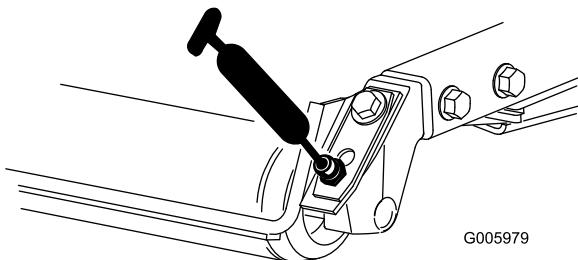
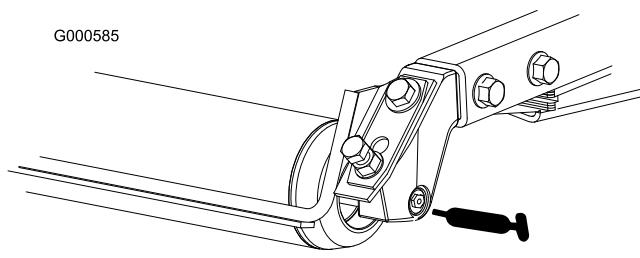

Figura 29
Figura 30
- Rolamentos do rolo traseiro (2 por cada unidade de corte) (Figura 29 ou Figura 30)
Nota: Em rolos equipados com bocais de lubrificação de embeber (Figura 30) é necessário um adaptador de bocal de pistola de pulverização. Encomende a peça nº 107-1998 da Toro ao seu distribuidor autorizado Toro.